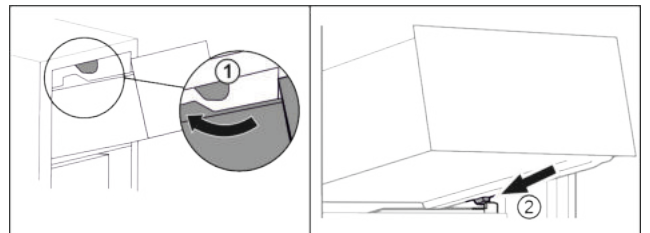

Fig. 18
- ▶ Прокарайте чекмеджето около горните ограничители. Fig. 18 (1)
- ▶ Поставете чекмеджето под ъгъл зад долните ограничители върху реброто на съда. Fig. 18 (2)